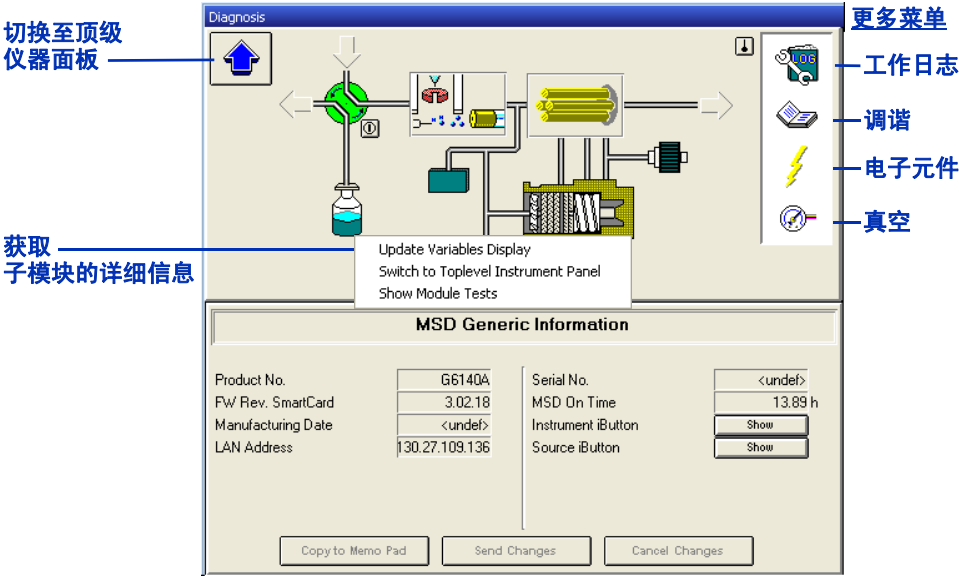

图 62 仪器面板 – MS 的模块详细信息。
- **显示模块细节** – 显示模块的详细图解，如第 114 页上的图 62 所示。
您在图 62 中显示的视图中移动鼠标时，只要光标从指针变成一个小手，您就可以单击以显示能访问子模块详细信息的菜单。例如，可以单击涡轮分子泵的图标来查看真空读数，或者单击四极杆的图标来查看其温度。还可以单击右侧白色区域中的图标来显示这些图标菜单。
- 工作日志图标，如第 114 页上的图 62 所示（单击该图标，然后选择**更新变量显示**）
可以通过工作日志图标（如第 114 页上的图 62 所示）访问维护工作日志。（单击该图标，然后选择**维护工作日志**条目。）然后，通过化学工作站软件手动输入信息。